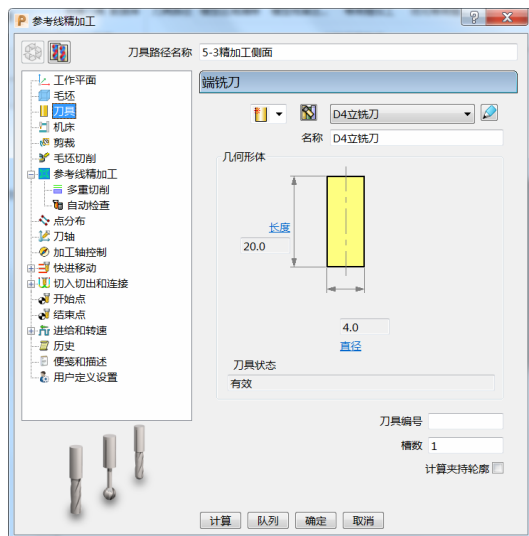

图 3-69
- 3) 刀具：选择“ $\phi 4$ 立铣刀”，伸出 20mm。（图 3-69）